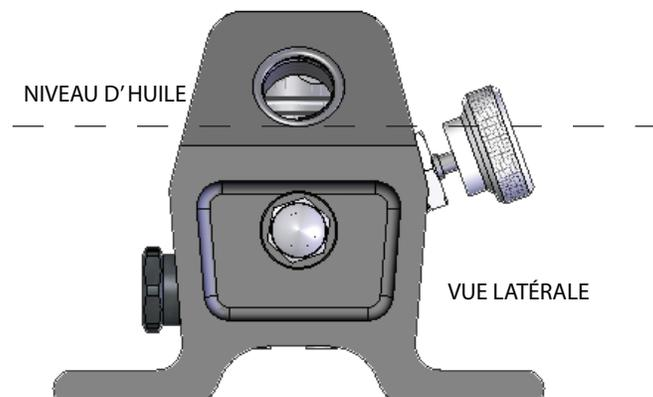

Figure 1
- Retirez le bouchon de remplissage. Le niveau de fluide doit arriver entre la bordure inférieure de l'orifice de remplissage lorsque la pompe est de niveau et repose horizontalement sur sa base et que les cylindres sont rétractés (voir Figure 1).